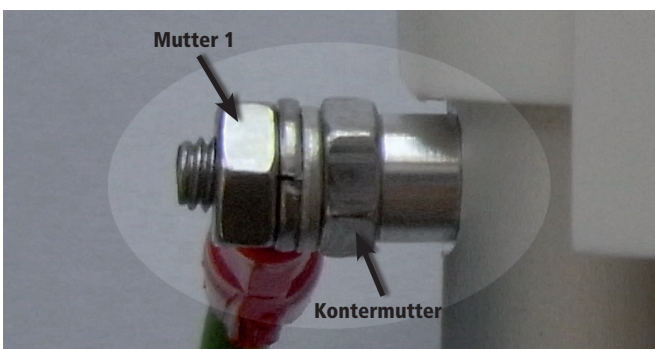

Bild: 2
2. Potentialausgleich am LKS-Einlassrohr Ex entfernen. Hierzu nur Mutter 1 lösen (Bild 2).